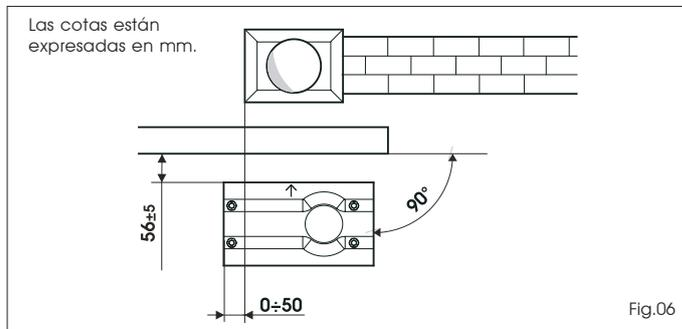

Fig.06
- Para garantizar el correcto acoplamiento entre el piñón y la cremallera, la placa de cimentación debe estar posicionada como se indica en la Fig. 05 (cierre derecho) o Fig. 06 (cierre izquierdo).